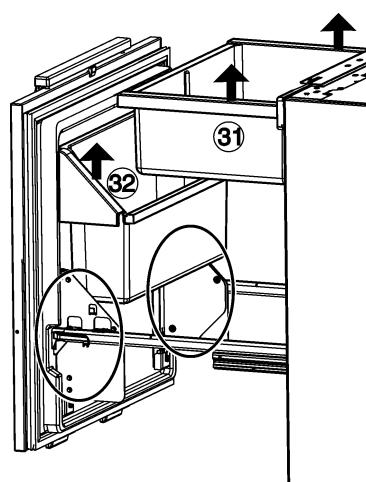

Fig. 26
- Soulever le bac à légumes Fig. 26 (31) et le porte-bouteilles Fig. 26 (32) vers le haut.
- Replacer le porte-bouteilles Fig. 26 (32) et le bac à légumes Fig. 26 (31).